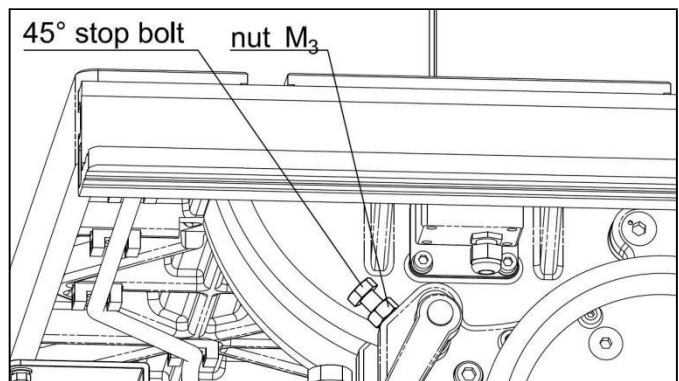

Fig. 7-14
1. As shown in Fig. 7-14, loosen nut M3.